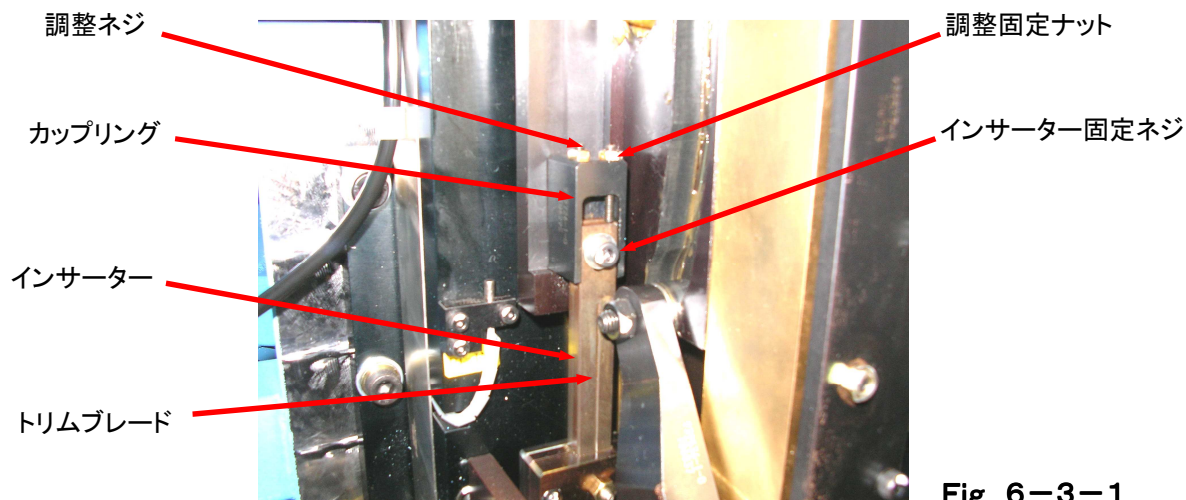

Fig 6-3-1
6.3 ターミナル挿入深さ(インサーター挿入端)の調整 [Fig 6-3-1]